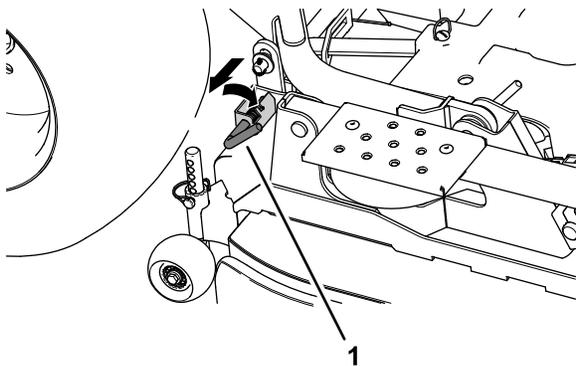

Figura 113
3. Antes de baixar a plataforma, empurre e rode os pinos da articulação traseira em ambos os lados da plataforma do cortador (Figura 113).
13. Rode os pinos da articulação traseiros para engatar as articulações de elevação traseira da plataforma do cortador; consulte Figura 113 em Remoção da plataforma do cortador \(página 80\).